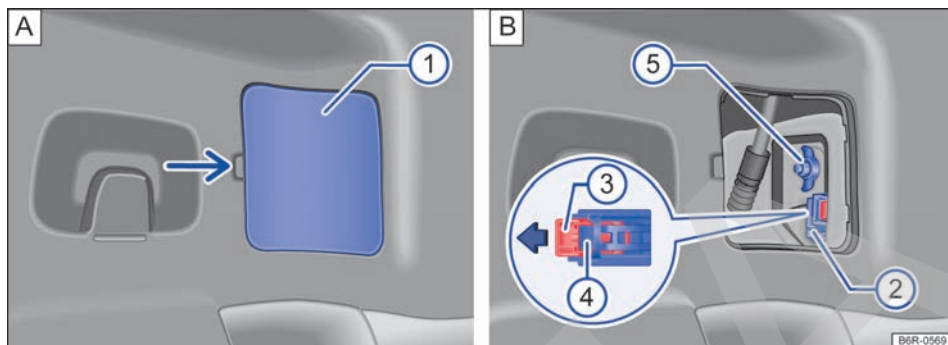

Fig. 149 Lateralmente en el maletero: A: desinstalar la cubierta, B: retirar la linterna trasera.
3. Retirar con cuidado la cubierta ① → fig. 149 A.
4. Retirar el conector de alimentación, primero tirar de la traba roja ③ en el conector ② en el sentido de la flecha → fig. 149 B. Para ayudar, utilizar un destornillador.
5. Presionar el bloqueo ④ y retirar el conector ② → fig. 149 B.
6. Soltar el tornillo mariposa ⑤ → fig. 149 B y retirarlo, sosteniendo al mismo tiempo, la linterna trasera.
17. Sostener la linterna trasera en la posición de montaje con una de las manos y atornillar con la otra el tornillo mariposa ⑤ → fig. 149 B.
19. Colocar el conector ② en el soporte de las lámparas y presionar el bloqueo ③ en la dirección contraria de la flecha en el conector → fig. 149 B.